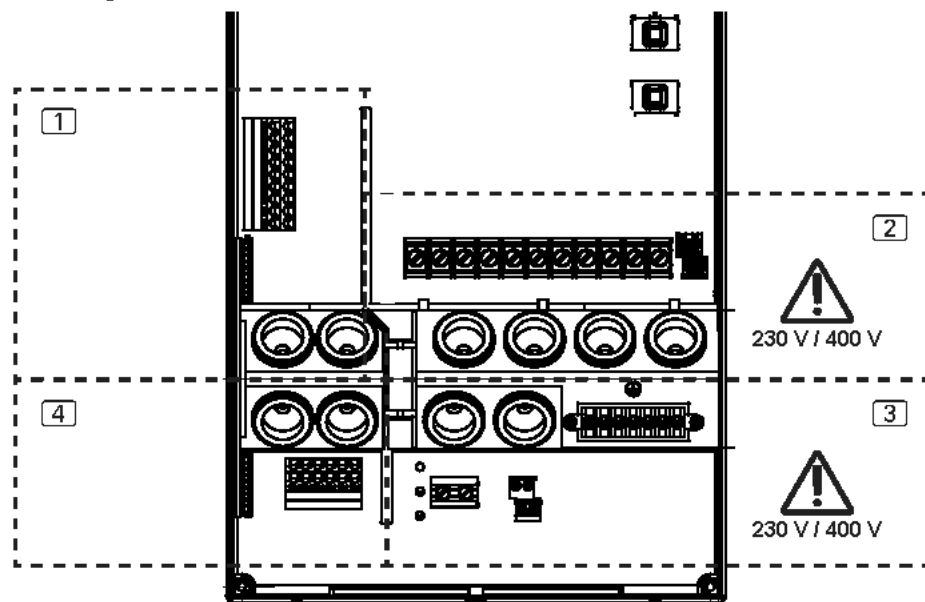

afb. 3 Bandkabel losmaken
3. Trek voorzichtig aan de bandkabel **E** om deze uit de aansluitbus los te maken (**afb. 3**).